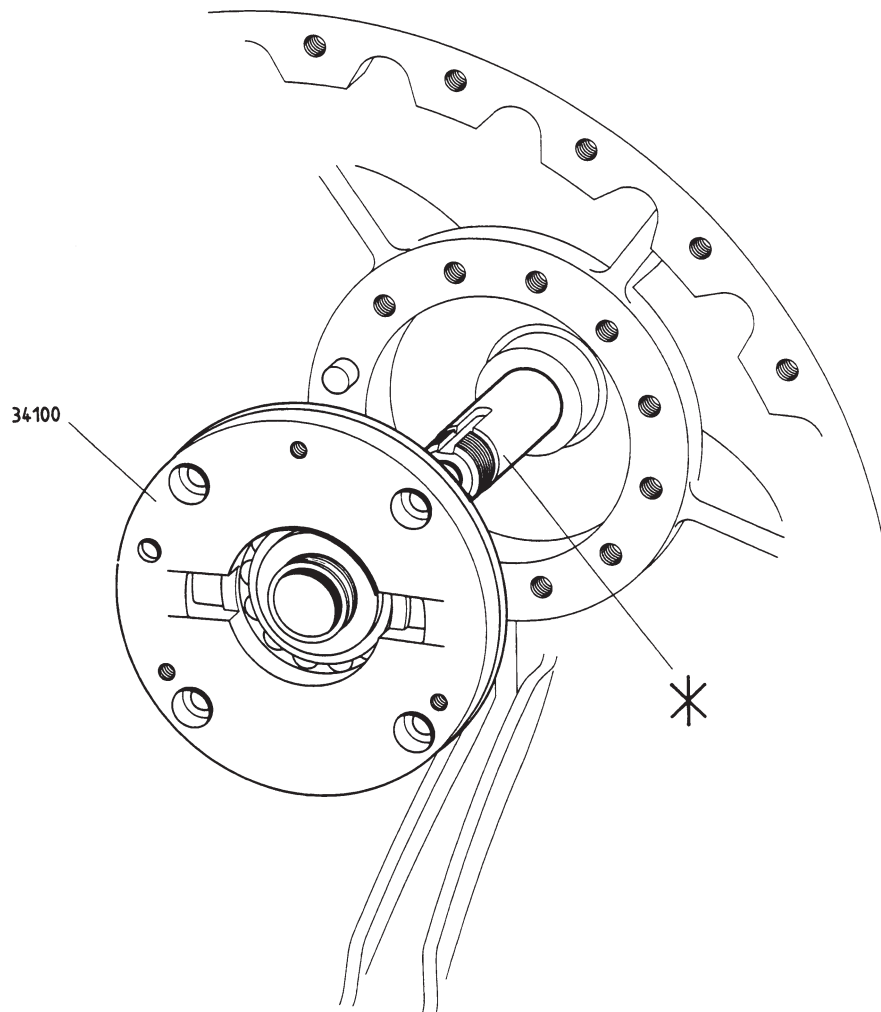

Fig. 5-7
Lager (34100) nur als gesamte Einheit auswechseln (s. Fig. 5-7).
- gegen Festfressen mit MOLYKOTE D oder DX (weiss) einreiben (s. Fig. 5-7*)
Replace the bearing (34100) only as a complete unit (see fig. 5-7).
- coated with MOLYKOTE D or DX (white) to prevent seizing (see fig. 5-7*)